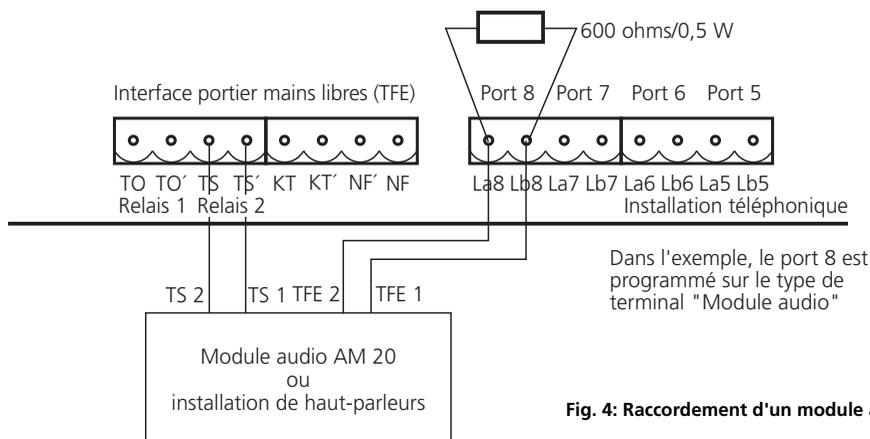

Fig. 4: Raccordement d'un module audio
- ou à l'un des ports analogiques (voir la fig. 4).